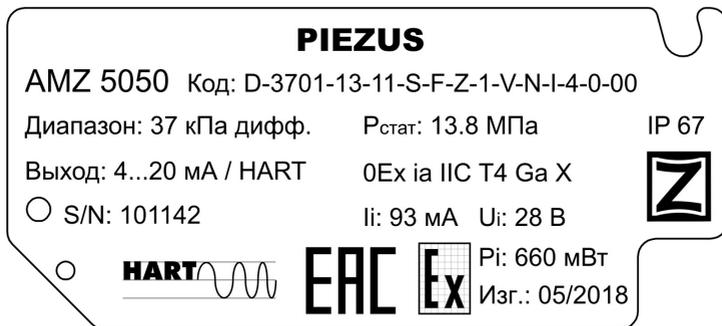

Рисунок 9.1 – Маркировка основных технических параметров
9.1 Изделие может быть идентифицировано по его производственной маркировке. Маркировка выполнена в виде наклейки и содержит (рисунок 9.1):